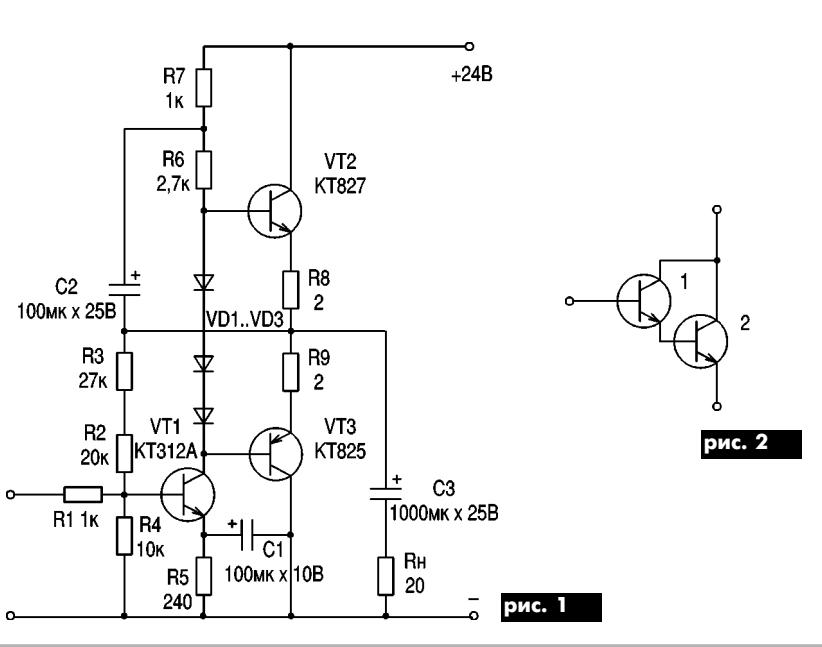

рис. 2
Для эффективного усиления необходимо выполнить условие $R_{bx} \geq R_H$. Из выражения (1) следует, что единственной возможностью повышения входного сопротивления является увеличение коэффициента передачи h_{213} . С этой целью каждый согласующий транзистор составляют из двух по схеме Дарлингтона (**рис.2**).